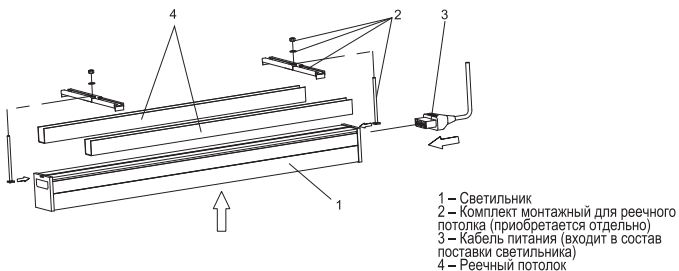

Рисунок 4. Монтаж светильника на реечный потолок
- Накладной монтаж на реечные потолки производить при помощи комплекта монтажного для реечного потолка (модель UFL-N10R SET, приобретается отдельно). Рисунок 4.